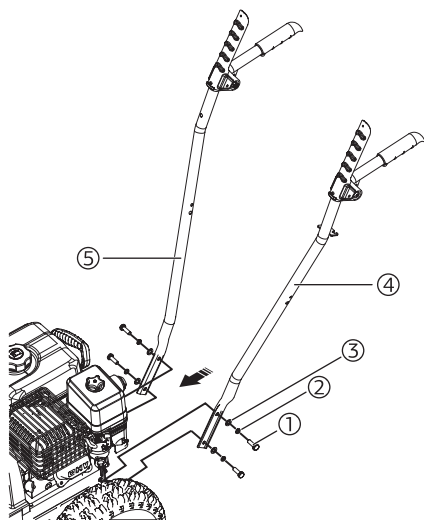

Рис. 2
1. Совместите крепежные отверстия на рукоятках (4) и (5), и на корпусе прибора. Используйте следующие крепежные элементы: болт 8x50 – 4 шт. (1); гроверная шайба D8 – 4 шт. (2); шайба D8 – 4 шт. (3). Затяните с моментом 25 Н•м (Рис. 2).